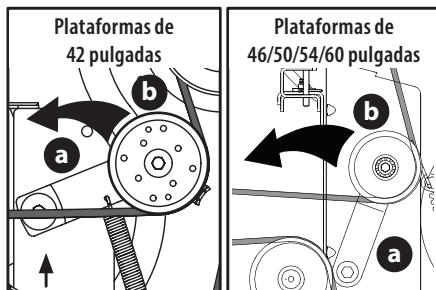

Figura 41
- a. Usando la manija de elevación de la plataforma, o el pedal y la perilla de elevación de la plataforma, o el pedal y el pasador de elevación de la plataforma, levante la plataforma a la posición que le ofrece mayor recorrido horizontal de la correa entre las poleas locas de la plataforma y la polea de la PTO en la base del motor (Figura 41).
- b. Desde la parte media del tractor, haga girar el soporte de polea loca (a) y la polea loca móvil (b) hacia atrás, justo lo suficiente para levantar la correa, por encima de la polea del husillo (Figura 41).